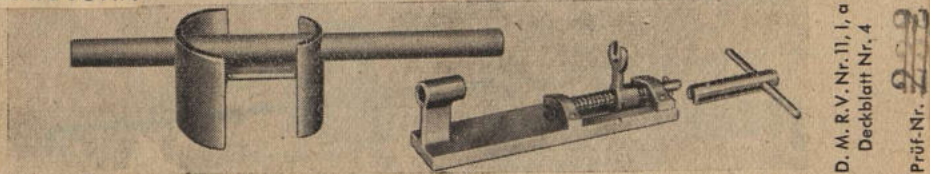

Abb. 30: Sonderwerkzeug für Schießbolzengreifer
5. Aufsetzen der Spannvorrichtung (Abb. 30) und Zurückdrücken des Schlagbolzens.
Die Patrone wird mit dem Schlüssel (Abb. 30) so an den gesicherten Greifer angeschraubt, daß die Zündeinrichtung bei festangezogener Patrone genau dem Schlagbolzen gegenüber liegt. Gegebenenfalls muß zur Erzielung dieser Lage ein Bleiring zwischengelegt werden. Ein Überdrehen und nachfolgendes Zurückdrehen in die erforderliche Stellung hat Versager zur Folge. Sitzt die Patrone vorschriftsmäßig fest, wird sie durch Einschrauben der Halteschraube mit Splint gesichert.
Schießbolzengreifer werden, nachdem sie gesichert sind, durch Abdrehen der Patrone mit dem Schlüssel (Abb. 30) entladen.
Zum Zurückdrücken des Schlagbolzens wird die Spannvorrichtung (Abb. 30) vorsichtig so auf den Greifer gesetzt, daß die Gabel, zwischen Patrone und Greiferkörper gesteckt, den Schlagbolzen umschließt, wobei das an der Platte befindliche Führungsrohr in dem oberen Loch des Greifers für den Schlagbolzen geführt wird. Darauf wird mit dem Schlüssel (Abb. 30) die Spannvorrichtung zugeschraubt, bis das Loch für den Sperrstift mit der Bohrung des Schlagbolzenbundes in Deckung ist. Sodann wird die Patrone mit dem Schlüssel (Abb. 30) abgeschraubt und in eine Balge mit Frischwasser gelegt. Dabei ist die Abdrückschraube zu lösen, so daß das Pulver durchnäßt wird. Die so behandelten Patronen werden besonders gelagert und mit entsprechender Bezeichnung an das Minenräumarsenal abgegeben. Nach Konservierung sämtlicher Teile wird die Abzugsvorrichtung wieder zusammengesetzt.
Geladene Greifer müssen dem Aufsichthabenden vor dem Aufsetzen auf die Leine vorgezeigt werden. Er hat sich davon zu überzeugen, daß Druckstück und Sicherheitsplatte in Ordnung sind und der Schlagbolzen nicht auf dem Sicherheitswinkel ruht, da der Greifer beim Herausziehen des Sicherheitswinkels während des Ausbringens sonst detonieren würde. Greifer, bei denen der Schlagbolzen auf dem Sicherheitswinkel ruht, sind sofort vorsichtig durch Abschrauben der Patrone mit dem Schlüssel (Abb. 30) zu entladen und wieder herzurichten.
Wenn erforderlich, muß die Abzugsvorrichtung zur Konservierung auseinandergenommen werden. Dabei ist die Spannvorrichtung (Abb. 30) zu benutzen. Der Sicherungsdraht und die Haltescheibe werden entfernt, die Kopfschraube wird abgeschraubt und die Sicherungsplatte abgenommen. Danach wird das Druckstück herausgeschoben und der Schlagbolzen durch Zurückschrauben der Spannschraube entspannt und herausgenommen. Alle Teile sind sorgfältig abzutrocknen, von Rost zu befreien und gut einzufetten. Beim Zusammenbau ist darauf zu achten, daß die Kopfschraube mit dem Federring gesichert wird.